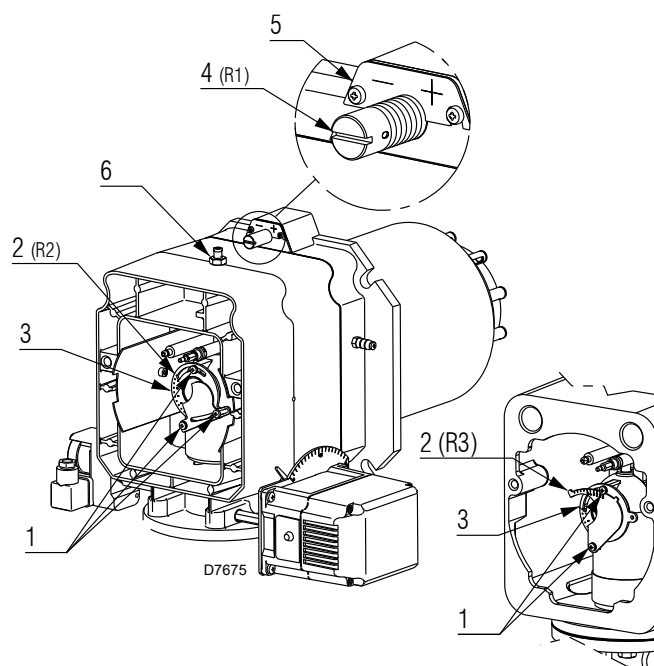

Fig. 20
- Rotiți șurubul 4)(Fig. 20) până când creștătura găsită este aliniată cu planul frontal 5) al flanșei.
- Slăbiți cele 3 șuruburi 1)(Fig. 20) și rotiți piulița inelară 2) până când creștătura găsită este aliniată cu indexul 3).